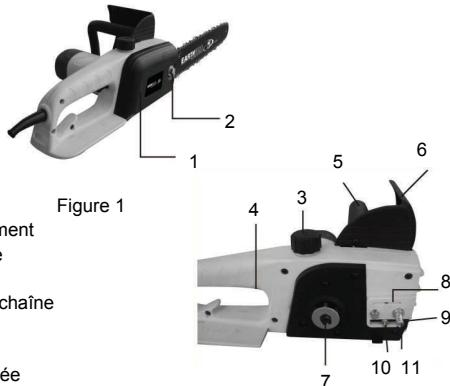

Figure 1
Dévissez l'écrou hexagonal (2) et retirez le capot du pignon d'entraînement (1) (figures 1 et 2). En cas de remplacement du guide-chaîne et de la chaîne, retirez l'ancien guide de la chaîne (figures 3 et 4).